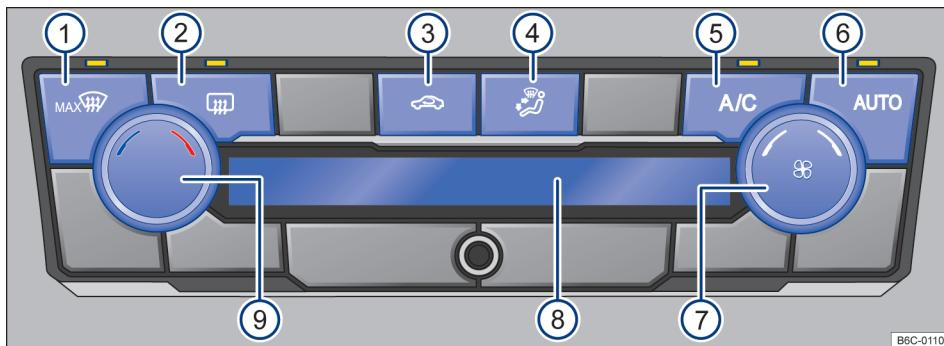

Fig. 85 Comandos do Climatronic.
- *Climatronic*: girar o regulador do ventilador para a esquerda até o batente → Fig. 85 ⑦
Com o botão  → Fig. 85 ⑥ é possível ligar o modo automático do Climatronic.
O modo automático garante temperaturas constantes no interior do veículo. A temperatura do ar, o volume de ar e a distribuição de ar são regulados automaticamente. O funcionamento automático se desliga quando a ventilação é alterada manualmente ou com a alteração da distribuição de ar através do botão → Fig. 85 ④ pressionar.
- *Climatronic*: girar o regulador rotativo esquerdo → Fig. 85 ⑨.
No display do Climatronic → Fig. 85 ⑧ é indicada a temperatura ajustada.
- *Climatronic*: girar o regulador do ventilador → Fig. 85 ⑦.
- *Climatronic*: pressionar o botão → Fig. 85 ④ para posição desejada, a distribuição selecionada será indicada no display ⑧.
- *Climatronic*: pressionar o botão  → Fig. 85 ①.